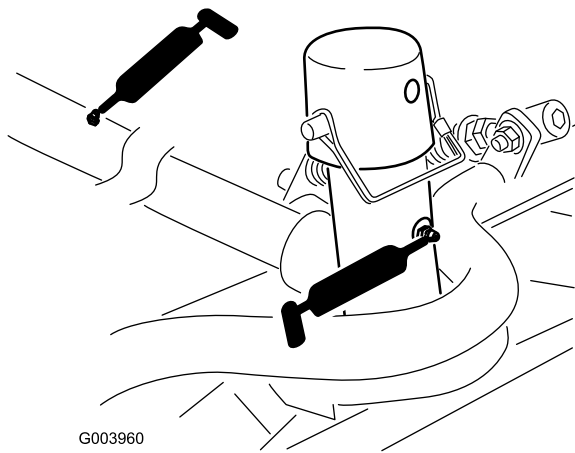

図 52
- カッティングユニットのキャリアフレームとピボット各 (図 52)